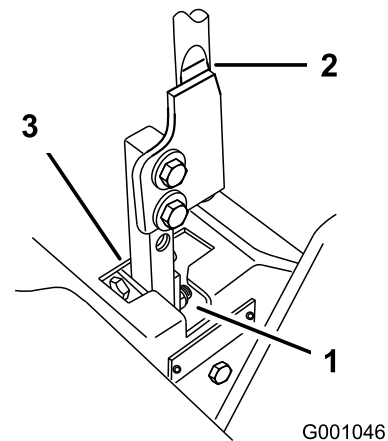

Figura 74
5. Mueva la palanca a la posición de punto muerto, pero no bloqueada (Figura 74).
6. Tire hacia atrás de la palanca hasta que el pasador (en el brazo debajo del eje pivotante) entre en contacto con el extremo de la ranura (empezando justo a tensar el muelle) (Figura 74).
7. Compruebe la posición de la palanca de control con relación a la muesca de la consola (Figura 74). Debe estar centrada para que la palanca pueda girar hacia fuera a la posición de bloqueo/punto muerto.